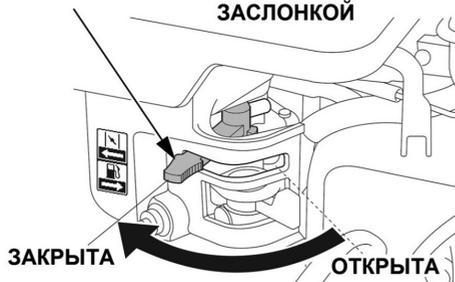

Рис. 27. Рычаг управления воздушной заслонкой
- Закройте воздушную заслонку карбюратора. Для этого переведите рычаг управления воздушной заслонкой в крайнее левое положение (Рис. 27).